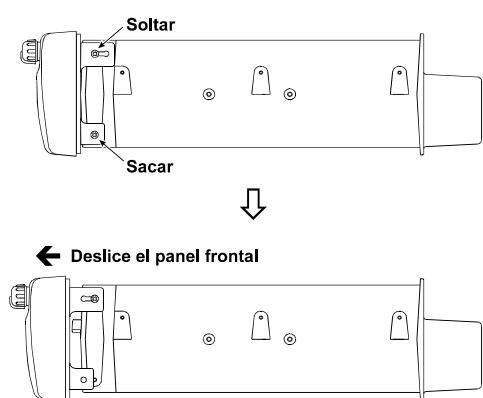

Ilustración 2
3. Tomando la Ilustración 2 como referencia, saque los dos primeros tornillos ubicados a cada lado del panel frontal y luego, suelte los dos de abajo de modo de poder deslizar dicho panel ligeramente hacia adelante.